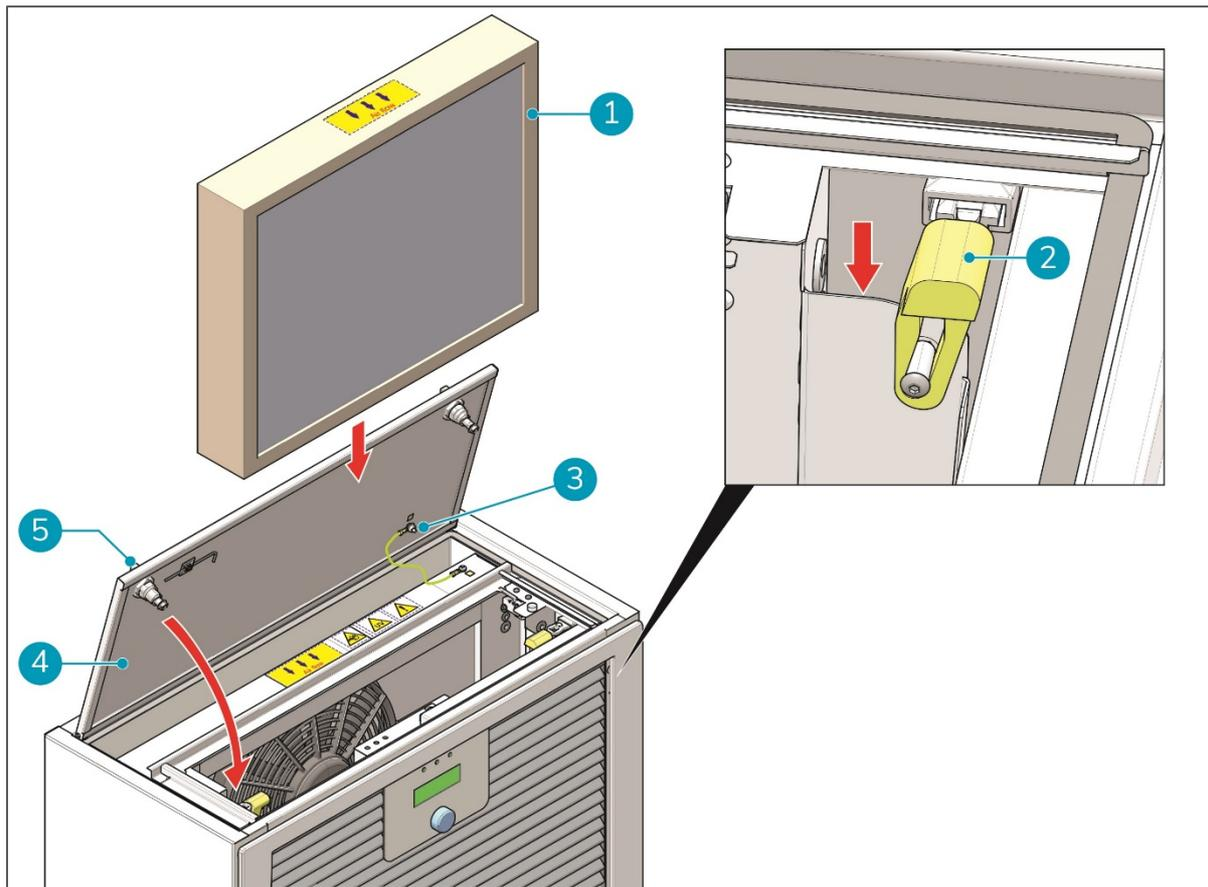

Figure 21
7. Placez soigneusement le nouveau filtre dans le compartiment (Figure 21, pos. 1). Vérifiez que :
8. Abaissez les deux leviers de verrouillage jaunes (Figure 21, pos. 2) pour verrouiller le filtre.
9. Fermez le panneau du compartiment (Figure 21, pos. 4).
10. Tournez les deux boutons sur le panneau du compartiment (Figure 21, pos. 5) dans le sens horaire jusqu'à ce que le panneau soit verrouillé.